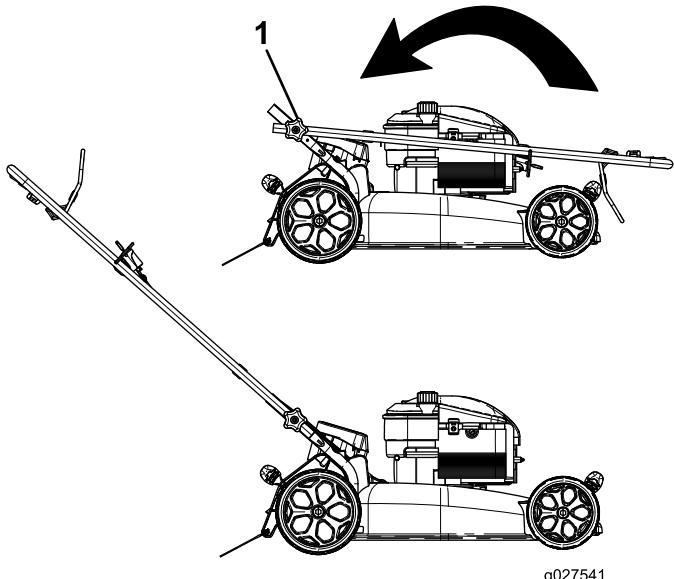

Figura 3
1. Remova os botões de manípulo da estrutura da máquina (Figura 3).
2. Desloque o manípulo para a posição de funcionamento (Figura 3).